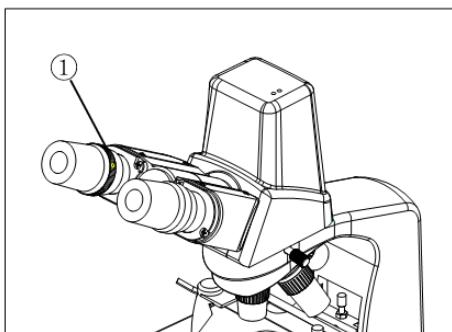

Fig.23
3.3.7 Ajuste de la dioptría (Fig.23)